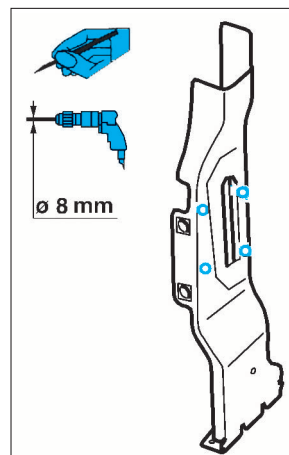

FIG. 14
- Tracer et percer selon (Fig.14).